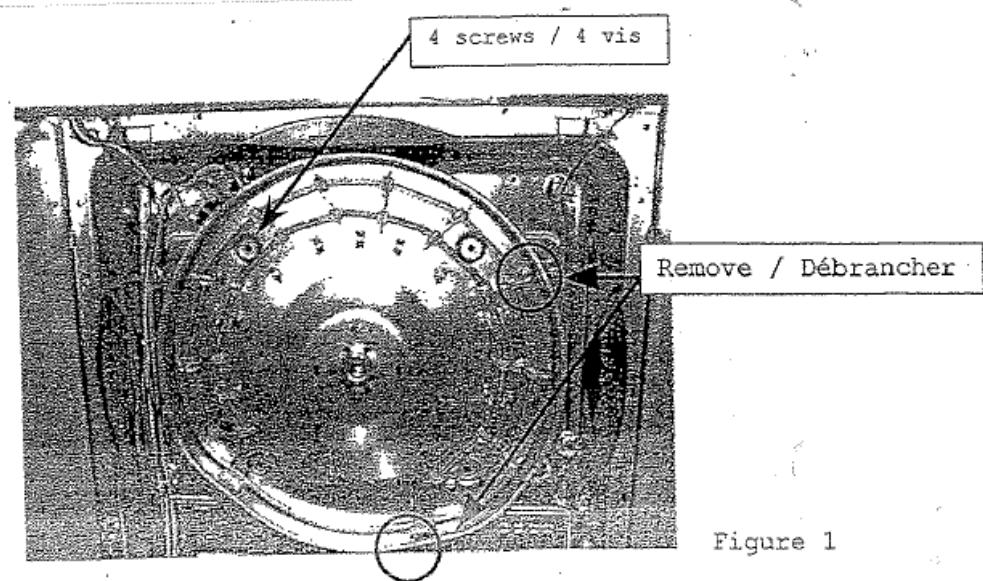
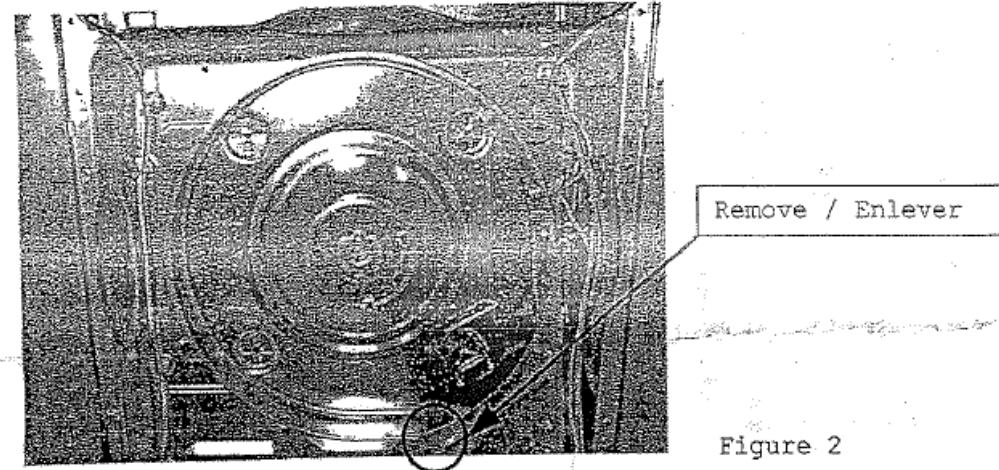

Figure 1
Figure 2
7. Remove bearing retainer and ground strap from element or gas diffuser assembly. To accomplish this, you must remove the wiring from the right side of the heater housing as in figure 1, in the case of an electric unit. In the case of a gas unit, remove the plate in front of the diffuser inlet by removing one screw, as in figure 2. Remove the four screws that hold the bearing retainer in its place at the center of the heater housing or diffuser, and swing the housing forward to remove the parts.
7. Enlever le support de coussinet et la bande de mise à la terre de l'assemblage de l'élément. Pour ce faire, enlever le filage du côté droit du boîtier de l'élément tel que montré à la figure 1, dans le cas d'un appareil électrique. Dans le cas d'un appareil au gaz, calever la plaque qui se trouve à l'avant du diffuseur gaz tel que montré à la figure 2. Enlever les 4 vis qui retiennent le support de coussinet, et basculer le boîtier vers l'avant pour enlever le support de coussinet et la bande de mise à la terre.